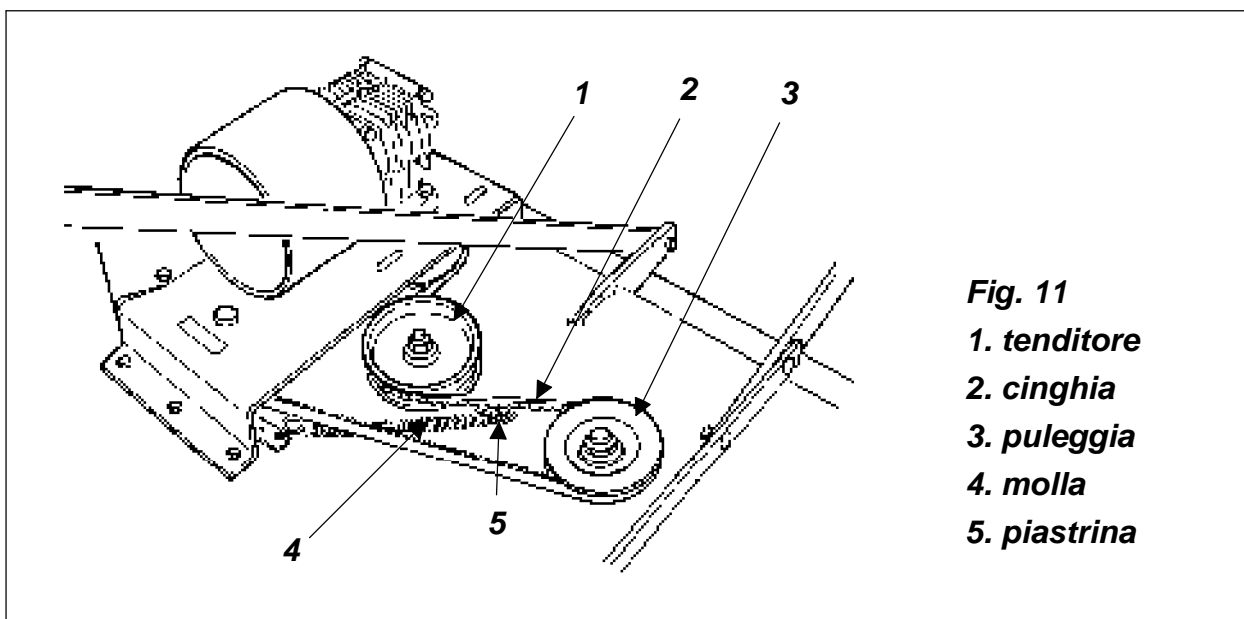

Fig. 11
La regolazione della tensione della cinghia si ottiene mediante un tenditore automatico solidale con una piastrina fornita di 3 fori in fila (**vedi fig. 11**). Alla consegna della macchina la molla è agganciata sul primo foro. Quando con l'uso la cinghia si allenta
4. Togliere i 3 dadi che fissano anteriormente la piastra centrale al telaio (**vedi fig. 11**).
2. Disinnestare il tendicinghia automatico liberando la molla di tensione (**vedi fig. 11**).